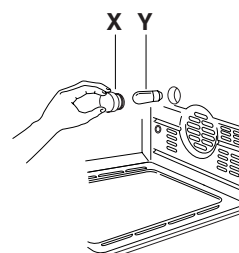

fig. 15
- Desenrosque el cristal de protección (X) dándole vueltas en el sentido contrario de las agujas del reloj y sustituya la lámpara (Y) con otra similar (consulte la fig. 15). Enrosque de nuevo el cristal de protección (X).